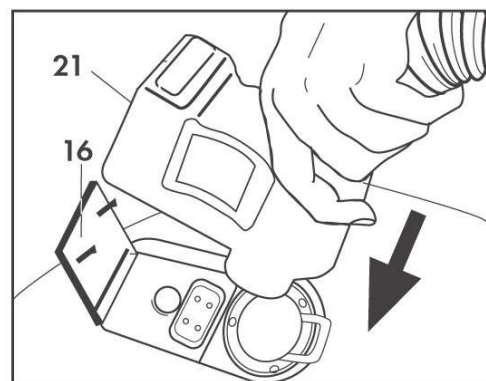

Fig. 6
Åpne døren for tilbehørskontakt (16) og sett inn hurtigkoblingen for slangen (20) i kontakten foran på apparatet. Skyv hurtigkoblingen så langt inn som den går. Lukk døren for tilbehørskontakt (16) mot godset på hurtigkoblingen og sørg for at de to delene smekker i hverandre. (Fig. 6)